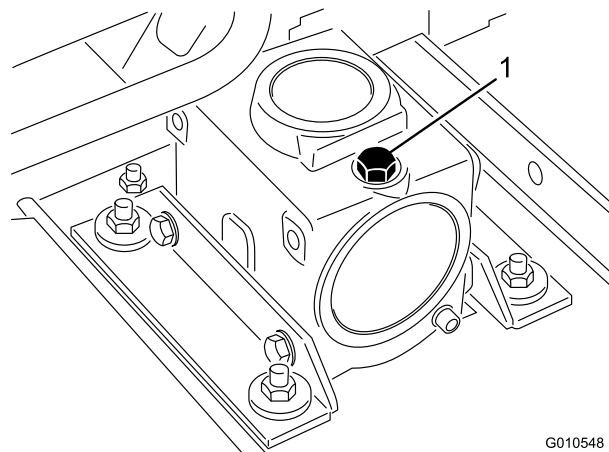

Bild 18
3. Nehmen Sie den Ölpeilstab bzw. die Ablassschraube oben am Getriebe ab (Bild 18) und stellen Sie sicher, dass der Schmiermittelstand zwischen den Marken am Peilstab liegt.